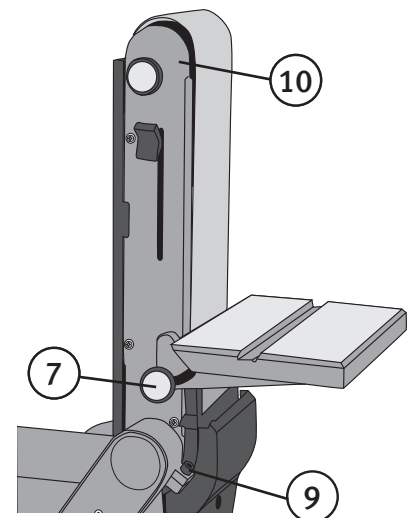

Abb. 10
3.4 Benutzen des Schleiftisches für die Bandschleifmaschine (Abb. 10, 11)
2. Den Anschlag (3) abschrauben.
3. Die Sicherungsschraube (9) lösen, das Bandstativ (10) nach oben klappen und die Sicherungsschraube wieder anziehen.
5. Den Schleiftisch mit dem Drehknopf ((7) auf Abb. 10) feststellen.